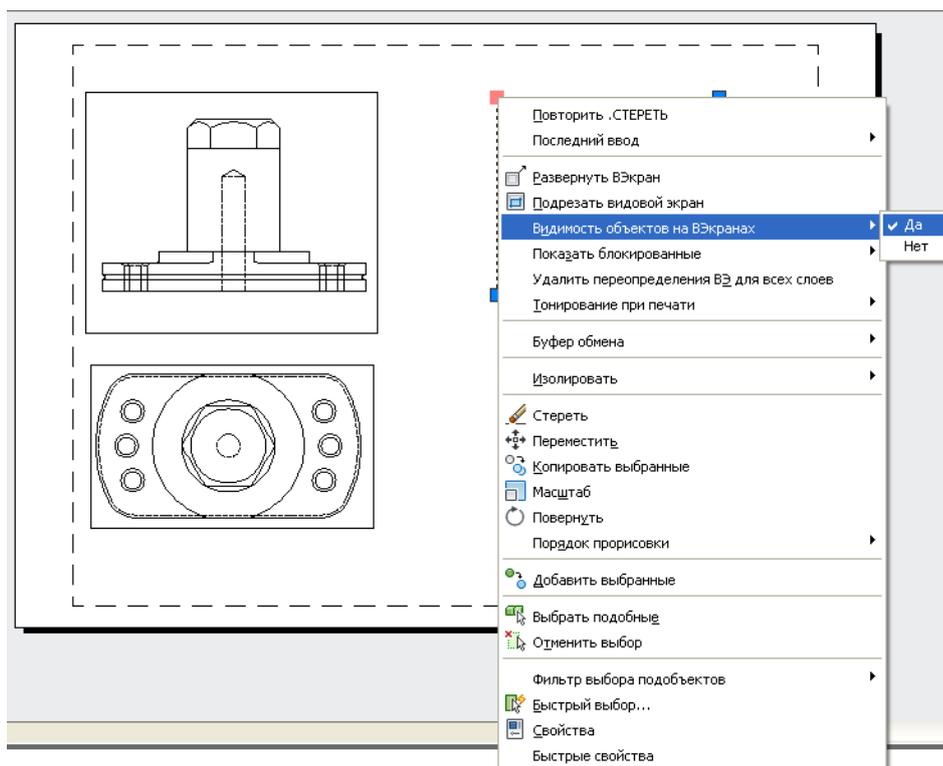

Рис. 9.5 Фиксирование границ видового окна
4. Зафиксировать установленный для данного видового экрана масштаб. Для этого щелкнуть правой кнопкой мыши по границе видового экрана и в появившемся диалоговом окне установить значение параметра **Display Locked** в положение Да (Yes).(рис.9.5)